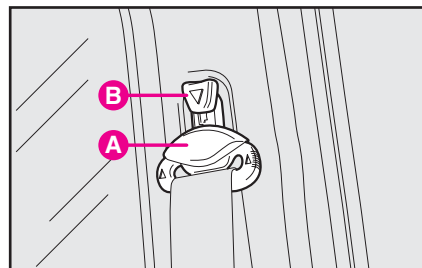

fig. 8
**Per alzare:** sollevare l'anello oscillante **A**-fig. 8 fino alla posizione desiderata.